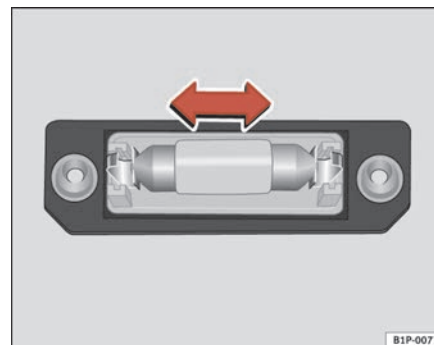

Fig. 173 Luz matrícula
- Retire la lámpara, moviéndola en el sentido de la flecha y hacia afuera ⇒ fig. 173.